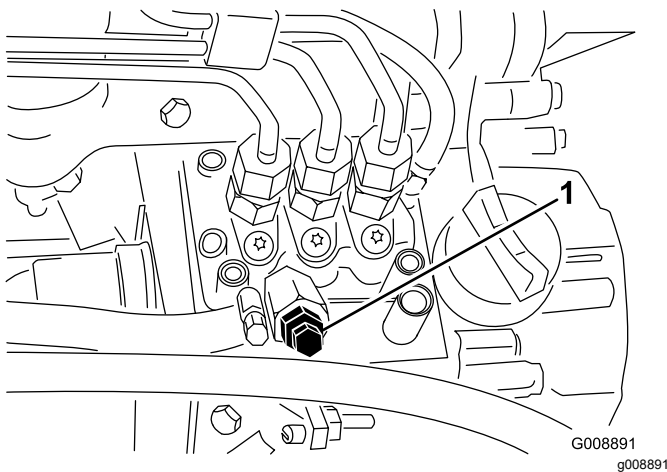

Bild 35
4. Öffnen Sie die Entlüftungsschraube an der Kraftstoffeinspritzpumpe (Bild 35).